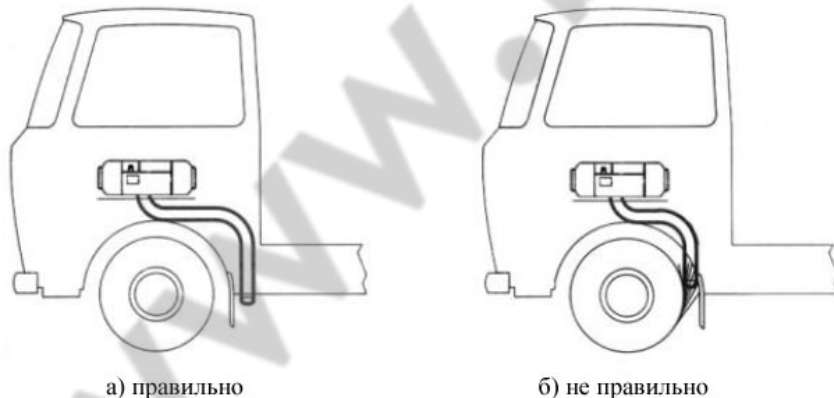

Рис. 22
4.6.5 Расположение труб должно защищать их открытые концы от попадания жидкой грязи, дождя, снега (Рис. 22).